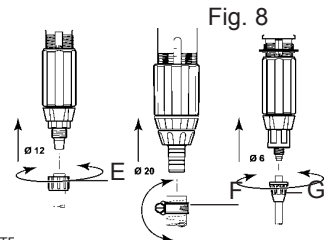

Fig. 8
- Desenroscar la tuerca (Fig. 8-E) colocada debajo de la parte dosificación e introducir el tubo de aspiración en la tuerca.
- Desenroscar la tuerca (Fig. 8-G) colocada debajo de la parte dosificación e introducir el tubo de aspiración en la tuerca.
- Desenroscar con un tornillo la abrazadera (Fig. 8-F) montada en el tubo de aspiración.